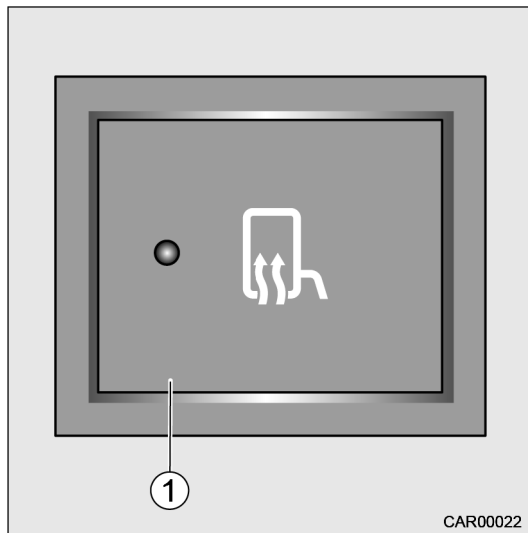

Fig. 50 Chauffage de pare-brise e-line
Le commutateur (Fig. 50/1) du chauffage de pare-brise se trouve dans le tableau de bord à gauche.
1. Actionner le commutateur (Fig. 50/1). Le témoin de contrôle dans le commutateur s'allume.